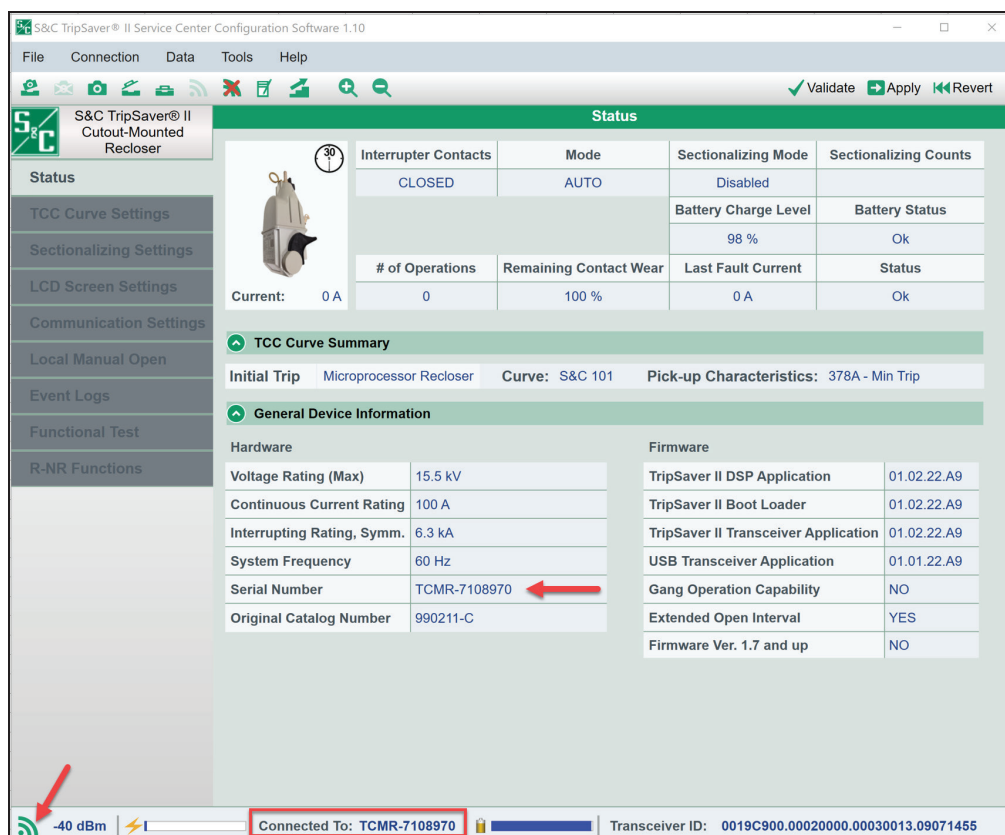

Figura 1. Locais do número de série do religador TripSaver II e do Indicador de Intensidade do Sinal Rádio.
- PASSO 2.** Anote o número de série, iniciando com o “TCMR”, do religador TripSaver II a ser atualizado. Ver Figura 1 na página 10. Este número é também gravado no corpo do religador TripSaver II.